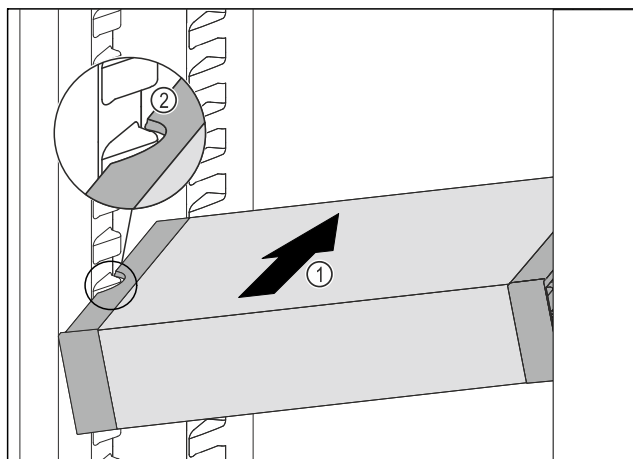

Fig. 150
- Predal VarioSafe potiskajte poševno v hladilnik Fig. 150 (1), dokler stranska izreza Fig. 150 (2) predala VarioSafe nista na višini nastavka za posodo v hladilniku.